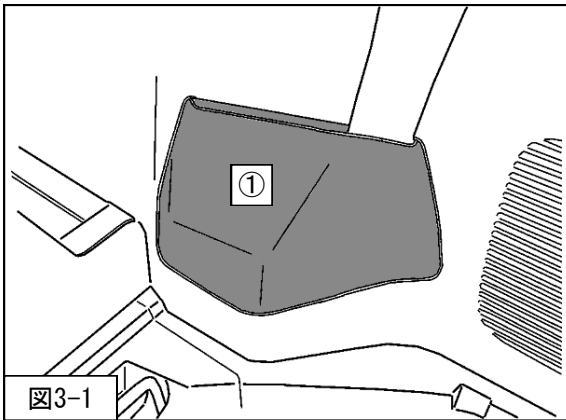

図3-1
2. ①デッキトリムサイドサービスホールカバーを取外してください。(図3-1)